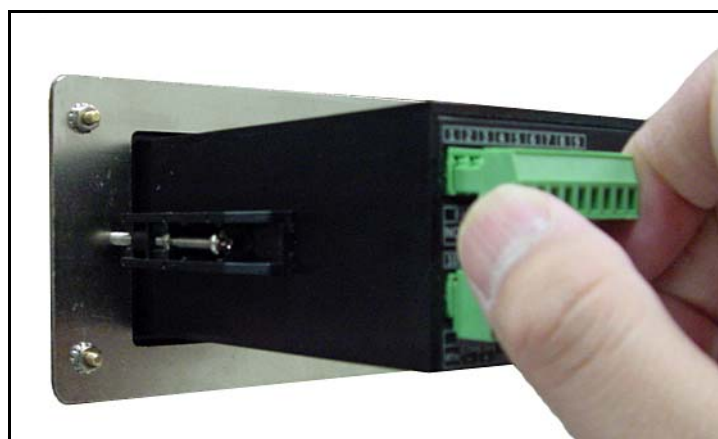

図 30 : 上側のコネクタを外す
1. dew.IQ の背面の上側の端子ブロックからコネクタを外します (下の図 30 を参照)。
1. **dew.IQ** の背面の上側の端子ブロックからコネクタを外します（27ページの図 30 を参照）。